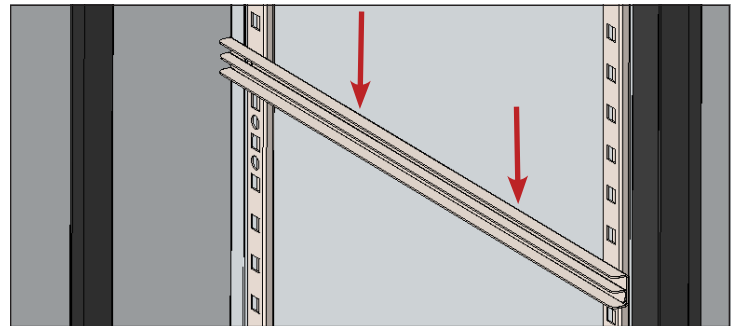

Fig. 3. Presione hacia abajo para asegurarse de que la guía esté bien encajada.
4. Presione hacia abajo con cuidado la guía del estante/bandeja para asegurarla en su posición final. Véase la fig. 3.